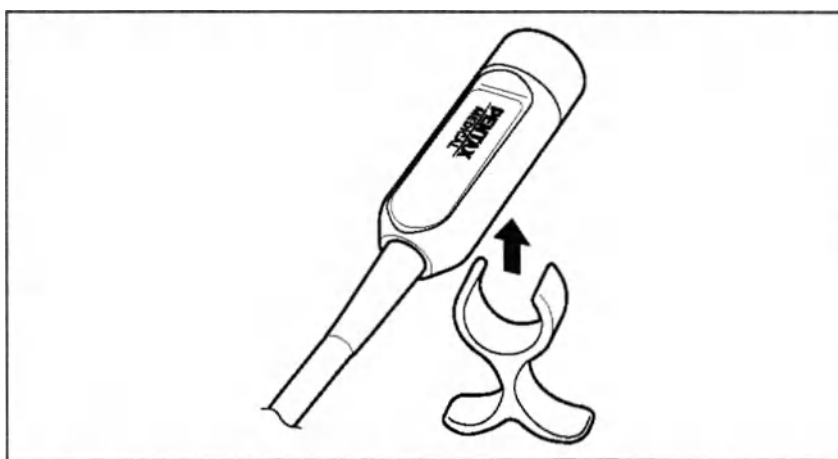

Рисунок 3.7
2. Закрепите держатель НДП на самом НДП (см. рисунок 3.7).